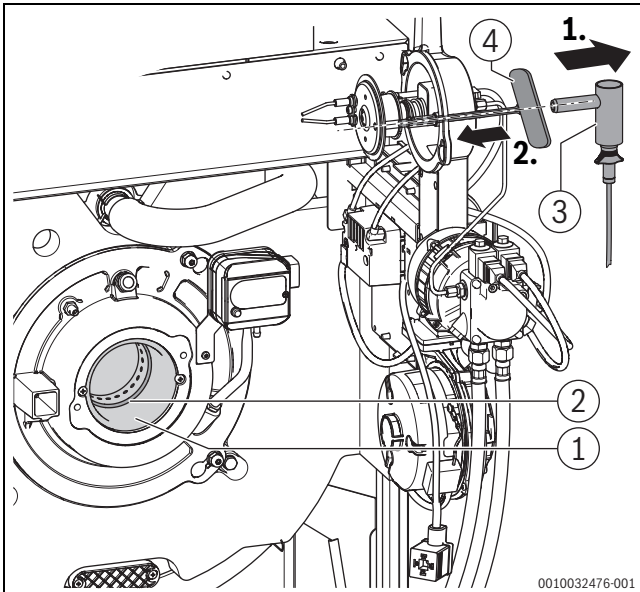

Bild 71 Dichtung prüfen (Serviceposition 1), Verwendung Innensechskantschlüssel zur Ausrichtung des Mischsystems
- ▶ Brenner in Serviceposition 1 bringen (→Bild 71).
- ▶ Winkelhalter mit Flammenfühler (→Bild 71) aus Brennergehäuse ziehen.
- ▶ Zur Ausrichtung des Halterohres des Flammenfühlers mit dem Sichtrohr des Mischsystems einen Innensechskant-Steckschlüssel (Schlüsselweite 5) als Lehre von der Brennergehäuseseite einführen (→Bild 71).
- Winkelhalter mit Flammenfühler (→Bild 71) wieder bis zum Anschlag in Brennergehäuse einstecken.